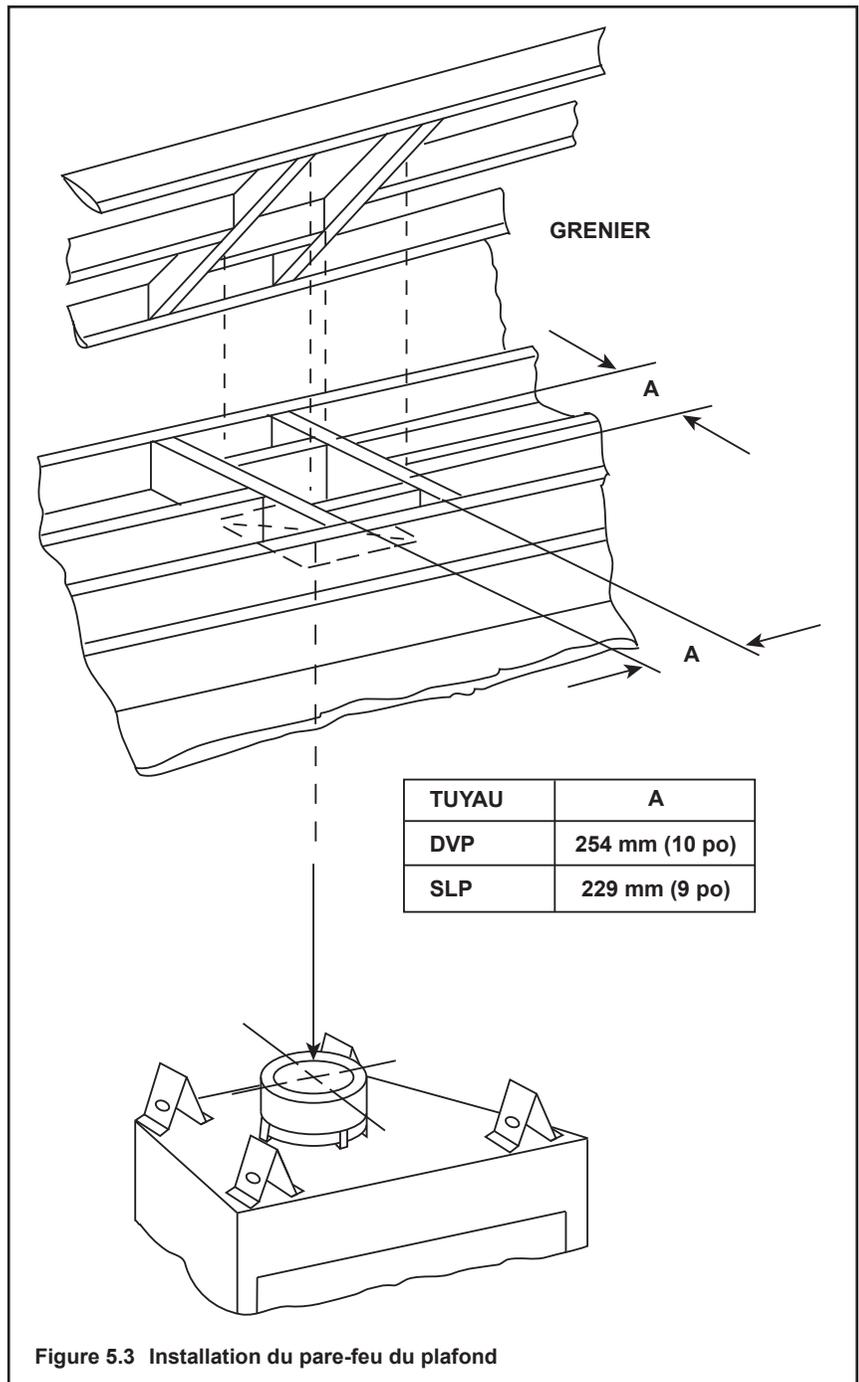

Figure 5.3 Installation du pare-feu du plafond
- **Conduit SLP seulement** – Ouverture du coffrage 229 x 229 mm (9 x 9 po) quand le conduit d'évacuation traverse un plancher/plafond (voir la figure 5.3).